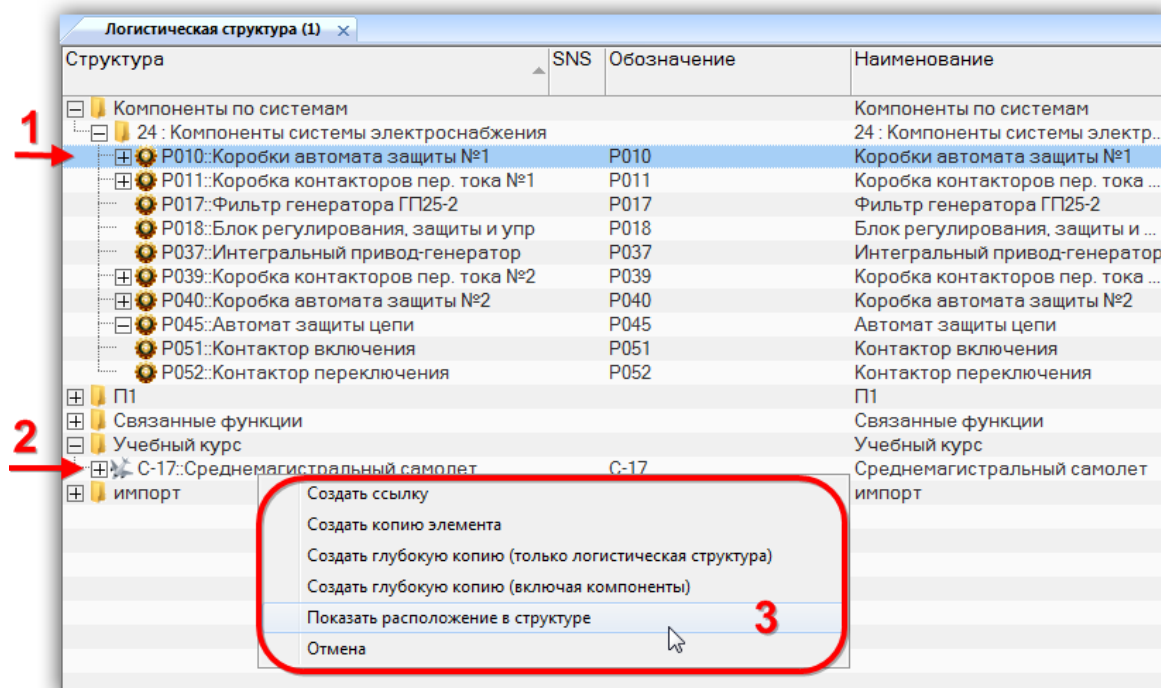

Рис. 10-65 – Выбор ЛСИ для поиска расположения компонента
2) Выбрать компонент (1 на рис. 10-65) и в его контекстном меню последовательно выбрать пункты «Связанные объекты» → «Расположение в ЛСИ» или нажать кнопку «Расположение в ЛСИ» (2 на рис. 10-65) на панели «Связанные объекты» (3 на рис. 10-65).
3) В результате откроется окно связанных объектов «Места использования» для выбранного компонента (4 на рис. 10-65). В этом окне отображаются ЛСИ тех элементов, в состав которых входит выбранный компонент (ФИ, а также ЛСИ системы или компоненты, если они размещены только в папке и не входят в состав ФИ). Логистическая структура этих элементов будет раскрыта в части тех веток, в которых содержится компонент. Места размещения компонента выделяются желтым цветом.